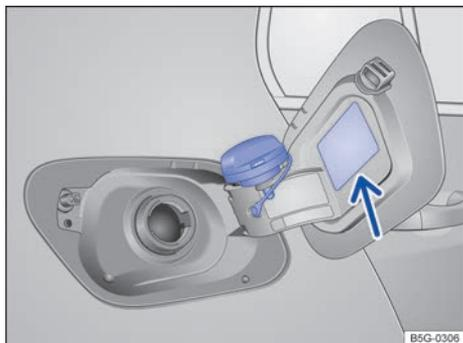

Fig. 163 Tapa del depósito de combustible abierta con el tapón encastrado en ella.
- Desenrosque el tapón del depósito en el sentido contrario al de las agujas del reloj y engánchelo en la parte superior de la tapa → **fig. 163**.
El tipo de combustible que utiliza el vehículo figura en el adhesivo situado en la cara interior de la tapa del depósito de combustible → **fig. 163** (flecha).